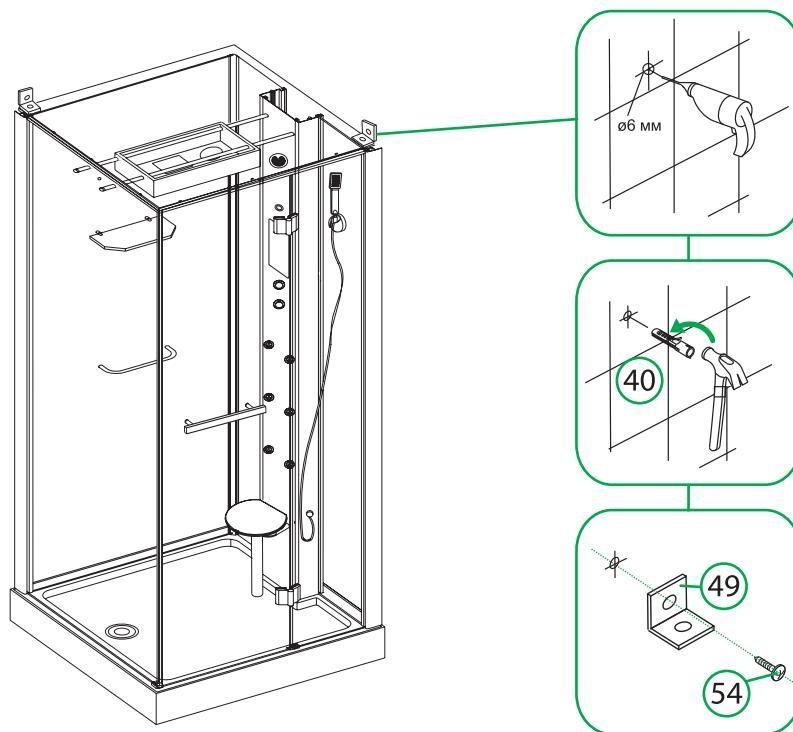

Рис. 13 / 13-сүр.
12. Закрепите кабину на стене (рис. 13).